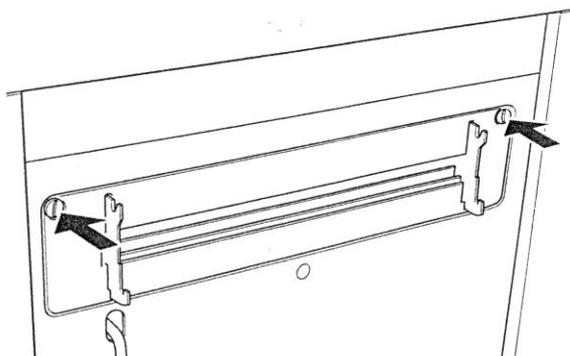

Fig. 11
- Потяните датчик пленки вверх и выньте его из оправы (рис. 11, 12).